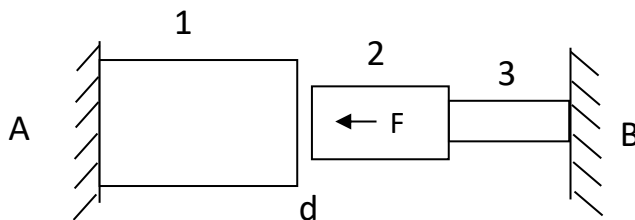

Figura 2.36
2.5.10 As barras da Figura 2.36 foram impostas uma diferença de temperatura de (+) 200 °C e uma força F no meio da barra 2. Determine as reações nos apoios A e B, a tensão normal na barra 1 e o comprimento final da barra 3. Dados: $A_1 = 2000 \text{ mm}^2$, $A_2 = 1000 \text{ mm}^2$, $A_3 = 250 \text{ mm}^2$, $E = 70 \text{ GPa}$, $\alpha = 23 \times 10^{-6} / ^\circ\text{C}$, $L_1 = L_2 = L_3 = 1,6 \text{ m}$, $d = 2 \text{ mm}$ e $F = 1000 \text{ N}$.